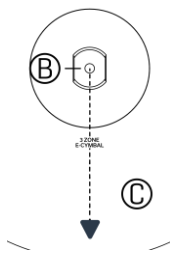

Figure 2
- 1 Desserrez l'écrou inférieur du Tilter du Charleston (A).
- 2 Fixez le bloqueur de rotation (B) sur l'axe de la partie supérieure du Tilter (A).
- 3 Faites passer le Tilter et le bloqueur de rotation par l'orifice central de la cymbale supérieure (C).
- 4 Orientez le bloqueur de rotation (B) vers la partie concave de la cymbale, comme le montre la Figure 2.
- 5 Serrez de nouveau l'écrou inférieur (D) sur l'axe du Tilter (A) et attachez l'amortisseur du Tilter (E) à l'écrou inférieur (D).
- 6 Serrer légèrement la cymbal en vissant l'écrou supérieur (A).